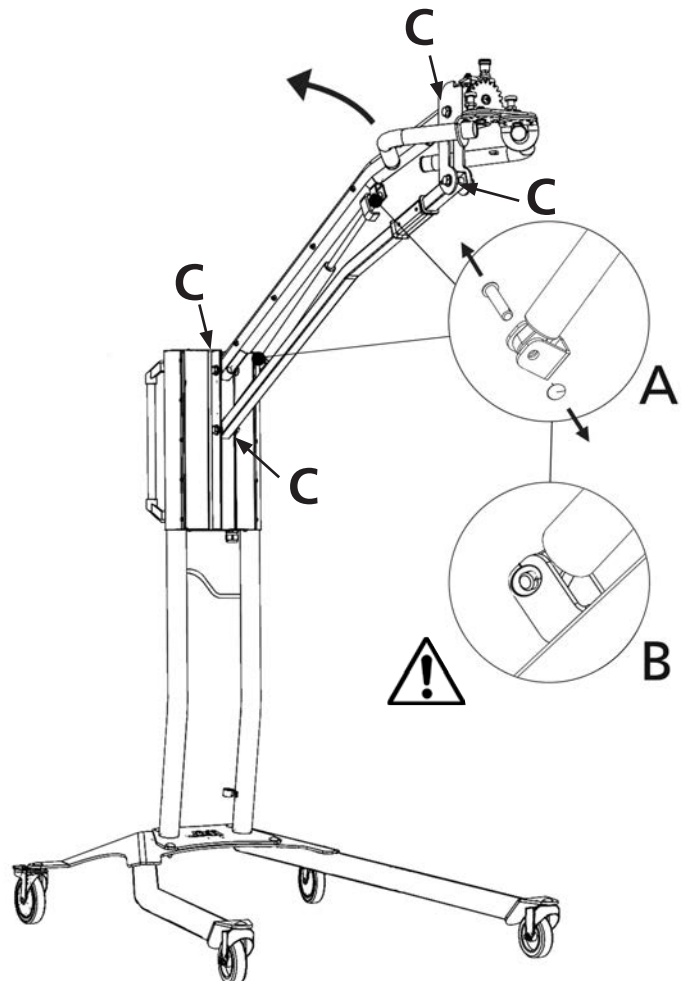

Bild 2
Om torken inte stannar i den högsta eller lägsta positionen utan faller eller höjs av sig själv, dra åt de 4 bultarna som indikeras med bokstaven "C" i bild 2. Om armen inte stannar kvar i önskat läge eller om den är för tung att justera, måste gastrycksfjäders bytas ut.
2. Placera parallellarmen i den mest upprätta positionen. (bild 2)
4. Ta bort låsringarna och de två stiften. Flytta gasfjäders en aning uppåt/framåt och ta sedan bort den. (bild 2)